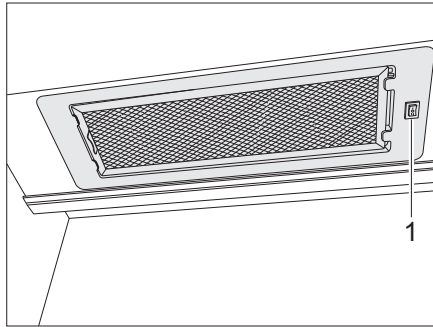

Bild 131 Dunstabzug
- Den Dunstabzug mit dem Schalter (Bild 131,1) ein- und ausschalten.